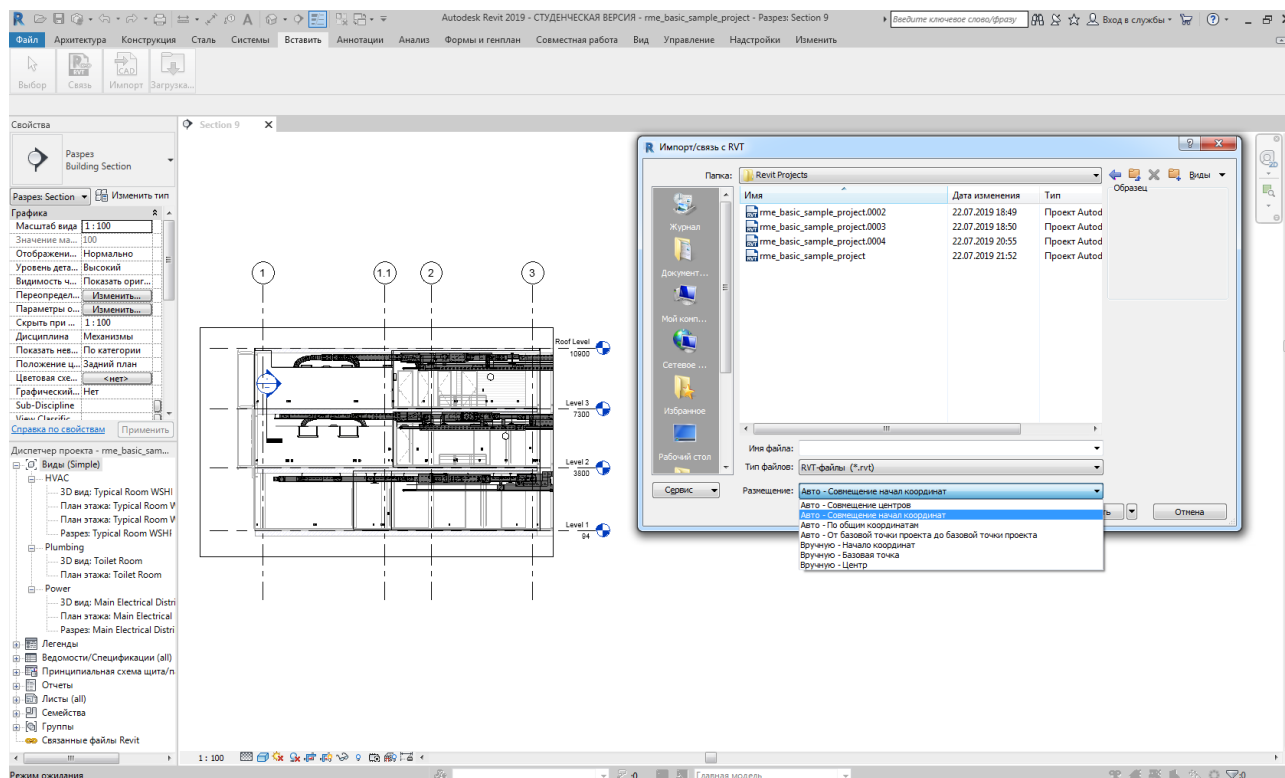

Рисунок 3.25. Окно Импорт/связь Revit
• открывается главный проект, и с ним связывают проекты отдельных частей (рис. 3.25). Для этого выполняют следующие действия.
2. В диалоговом окне «Импорт/связь с RVT» выбирают модель, связь с которой требуется сформировать (рис. 3.25). При использовании Revit Cloud Worksharing связь можно сформировать только с моделью в текущем облачном проекте.